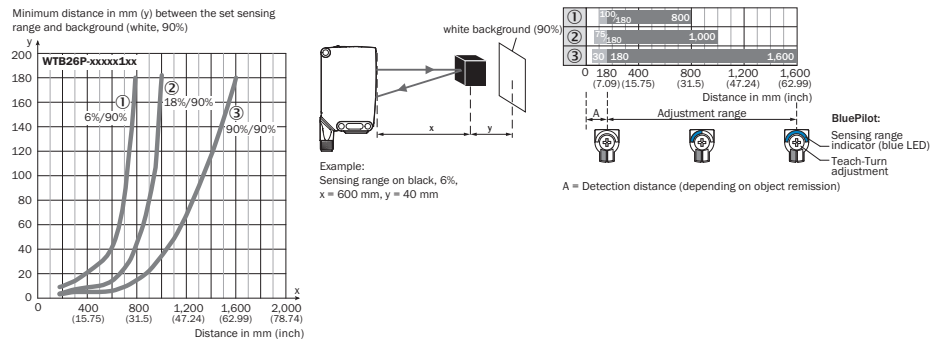

Figura 36: Curva característica 1, WTB26P-xxxx1xx, luz vermelha
A distância mínima ($=y$) para a supressão do fundo pode ser determinada a partir do gráfico [figura 36 ①] do seguinte modo: